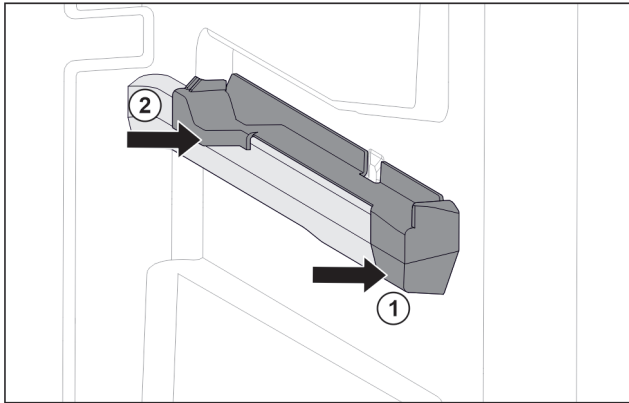

Fig. 84 Наставка върху дясното ребро на съда
- ▶ Поставете наставката отпред към реброто на съда. Fig. 84 (1)
- ▶ Притиснете наставката отзад. Fig. 84 (2)